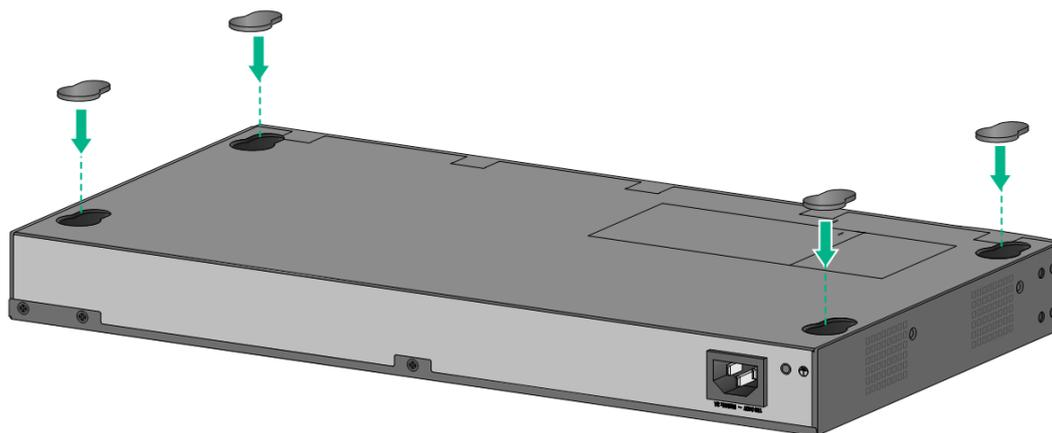

図 3-3 ゴム足の取り付け
- 4) 図 3-3 に示すようにゴム足を装置底面の 4 つの丸い穴に取り付けてください。